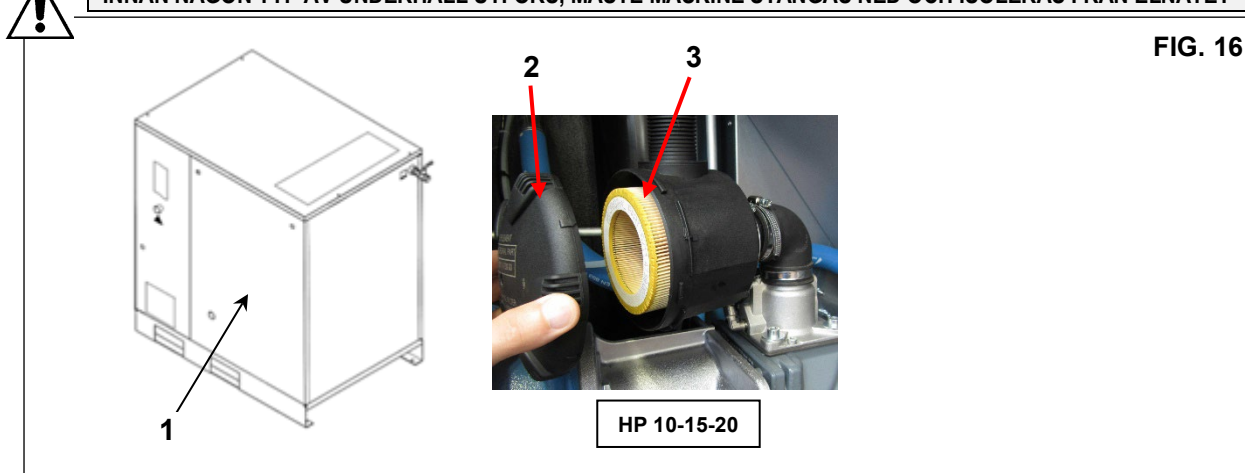

FIG. 16
- Ta bort panelen Ref. 1 Fig. 16.
- Ta bort kåpan Ref. 2 Fig. 16.
- Ta bort filtret Ref. 3 Fig. 16.
- Stäng panelen igen Ref. 1 Fig. 16.